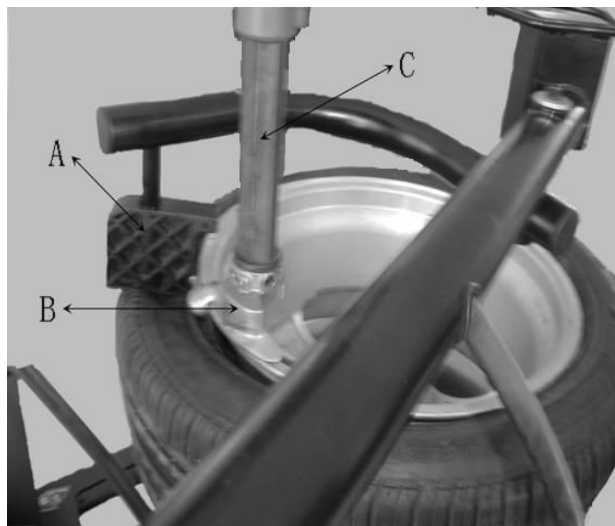

Рис. 7-12
7.2.3 С помощью прессы (Рис.7-12 А) прижмите отрезок шины отрезком диска, снятого с отверстия, и с помощью щетки распределите смазку по краю. Переведите инструментальную головку для демонтажа (Рис.7-12 В) в положение демонтажа. Поместите пресс рядом с инструментом для демонтажа, чтобы вставить край и вставьте рычаг под инструментом для демонтажа между диском и краем (Рис.7-13), поднимите пресс и переместите